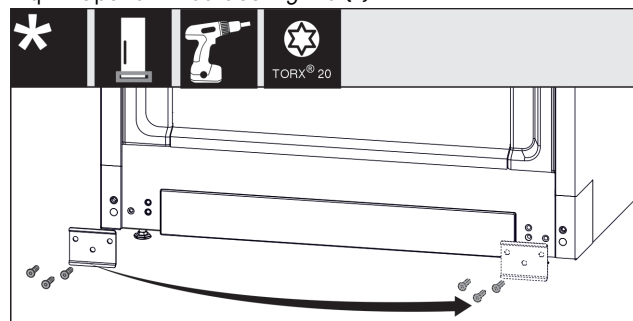

Fig. 21
- Lironi vidat e llamarinës Fig. 21 (1), kthejeni atë në anën tjetër dhe mbërthejeni sërish me vida.